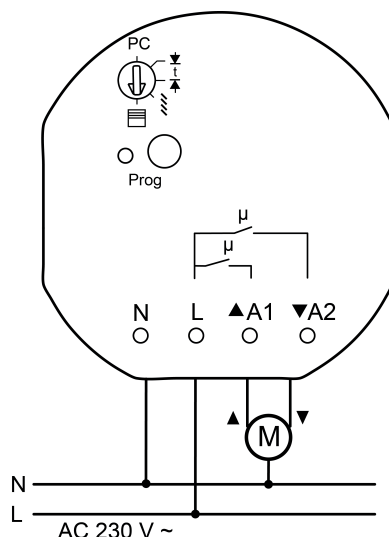

Figura 2: Esempio di collegamento
- Collegare il carico secondo lo schema esemplificativo (figura 2).